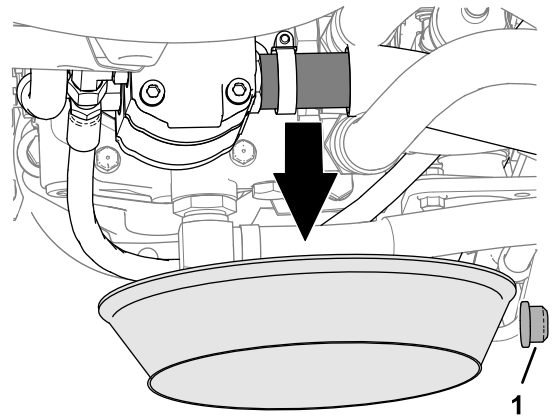

Figura 25
1. En la parte inferior de la máquina, coloque un recipiente de vaciado debajo de la bomba hidráulica y coloque el tapón cerca de la bomba (Figura 25).